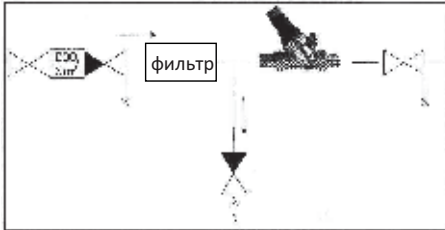

Рис.2.
Устанавливать в отапливаемом помещении. Для предохранения оборудования, подключаемого после редуктора, устанавливайте предохранительные клапаны. Редуктор давления устанавливается между двумя запорными клапанами. На линии перед редуктором в направлении потока устанавливать бытовой фильтр (см. рис. 2).
Редуктор устанавливается на водопроводе холодной воды. Целесообразно устанавливать редуктор после водосчетчика, чтобы в системах холодной и горячей воды здания поддерживалось относительно одинаковое давление (см. схему монтажа на рис. 2).
При установке редуктора обратить внимание на стрелку с указанием направления потока, расположенную на корпусе! **В зависимости от направления потока редуктор можно устанавливать пружинной крышкой (3) вверх или вниз. Манометр подсоединяется при этом к дну корпуса (см. рис. 2).**